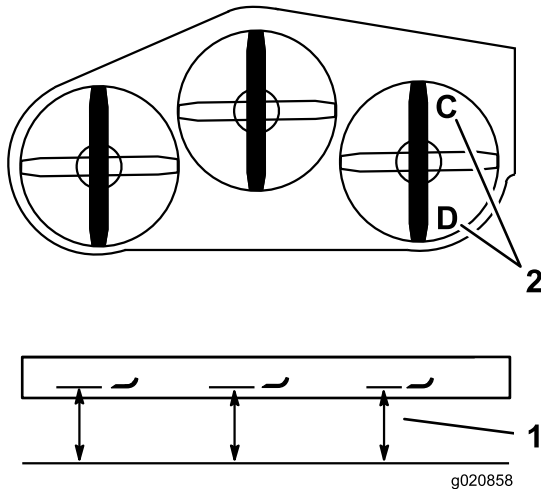

Bild 83
1. Stellen Sie das rechte Schnittmesser in Längsrichtung (Bild 83).
2. Messen Sie das rechte Messer an der Stelle C von einer ebenen Oberfläche bis zur Schnittkante der Messerspitze und notieren Sie den Wert (Bild 83).
3. Messen Sie das rechte Messer an der Stelle D von einer ebenen Oberfläche bis zur Schnittkante der Messerspitze und notieren Sie den Wert (Bild 83).
(Bild 83). Sollte die Einstellung nicht richtig sein, machen Sie mit den folgenden Schritten weiter.
2. Stellen Sie das rechte Schnittmesser in Längsrichtung (Bild 83).